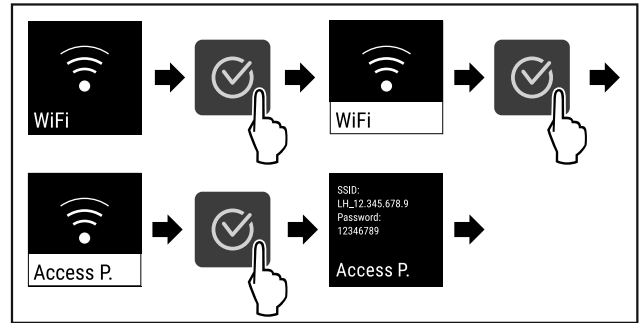

Fig. 85
- ▶ Εκτελέστε τα βήματα ενεργειών (βλέπε Fig. 85).